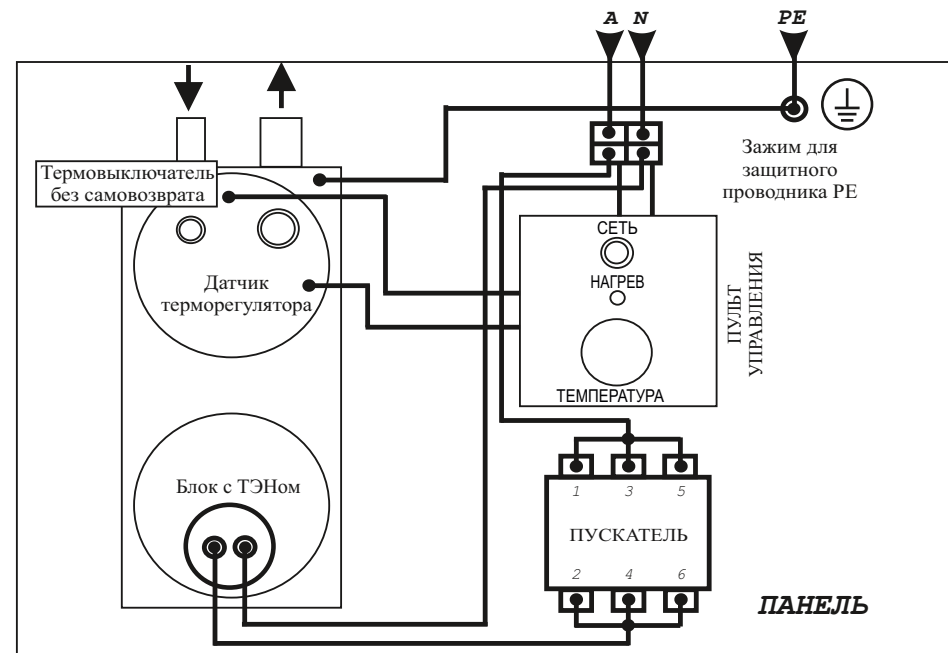

Рисунок 4. Электрическая схема подключения
- отсутствии повреждений видимой части изоляции электропроводки и защитного проводника РЕ (см. Рис. 4, 5, 6, 7);